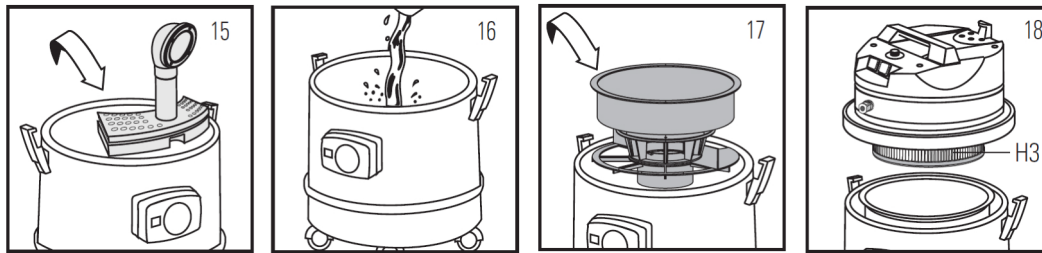

Abb. 12: Luftreinigung und Trockensaugen flexCAT 127 PD
- Bei Benutzung des Filterpapiers beachten Sie das Bild 12.